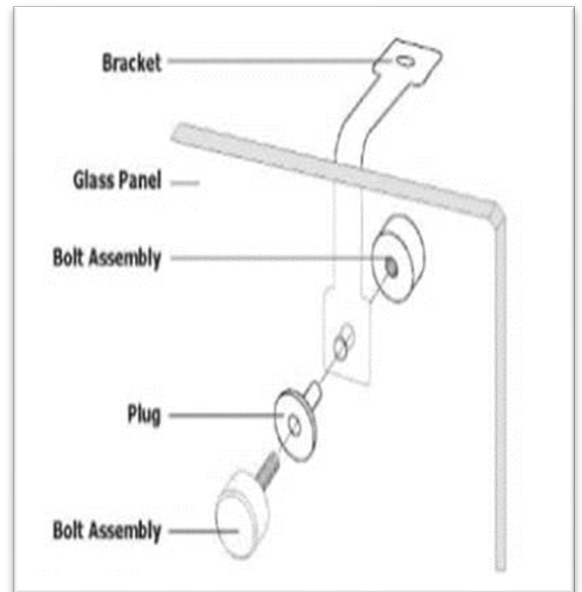

Abb. 2 Glasscheiben Befestigen / Pic. 2 Fixing glass panels
6. Stecken Sie die Kunststoffstopfen in die Löcher (siehe Abb. 2).
6. insert the plastic plugs into the holes (see fig. 2).